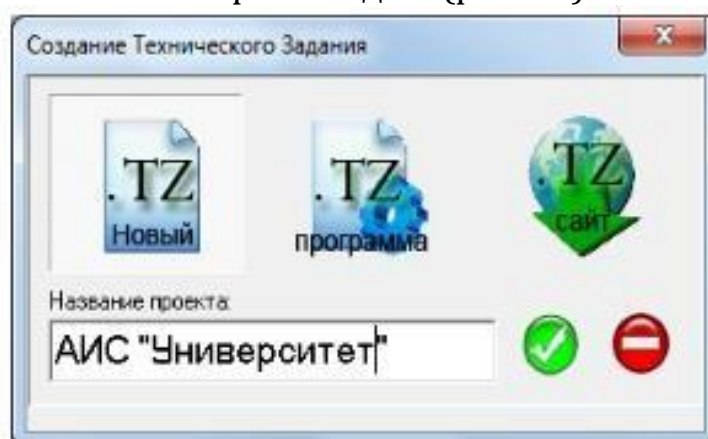

Рисунок 41 – Выбор ТЗ
- 5.3. Введите название и выберите вид ТЗ (рис. 41).